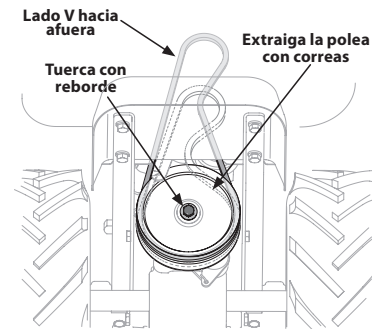

Figura 21
6. Extraiga la tuerca de brida que sujeta la polea de transmisión, luego retire la polea junto con las dos correas. Vea la Figura 21.